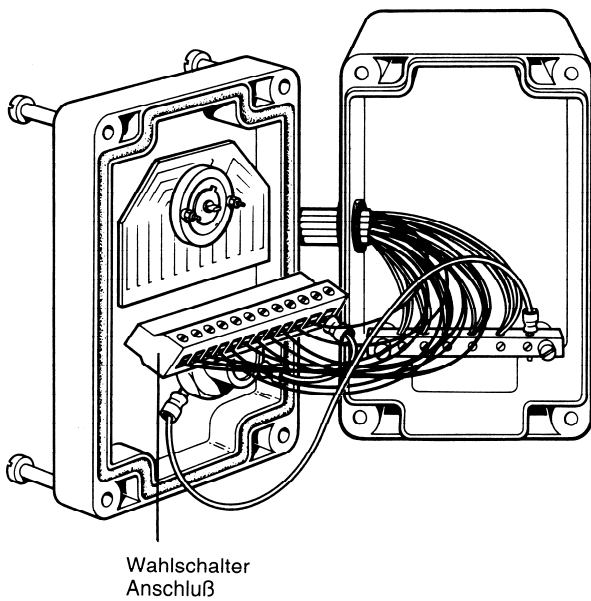

Bild 3
5. R 12: Enden aller roten oder grünen Kabel mit den nummerierten Anschlüssen am Wahlschalter verbinden, wobei diese Nummern die Prüfkammern bezeichnen. Die Enden aller blauen Kabel mit der Anschlussklemme im Kasten verbinden. Wahlschalterknopf an der Außenseite befestigen (Bild 3).